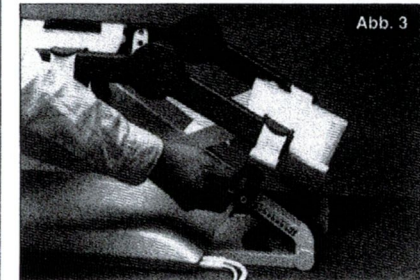

Abb. 3
- Den gemessenen Wert an der Femurskala (13) der Bewegungsschiene einstellen. Dabei die beiden blauen Klemmhebel (14) öffnen und die Schiene anheben, bis der gewünschte Wert auf der Femurskala sichtbar ist. Anschließend beide Klemmhebel fixieren (Abbildung 3).